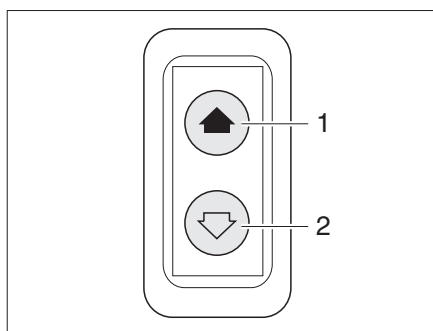

Fig. 22 Interruptor para el elevelunas eléctrico
El vehículo está equipado con un elevelunas eléctrico (Fig. 22) en el lado del conductor.
*Abrir:* ■ Pulsar la parte inferior del conmutador (Fig. 22,2).
*Cerrar:* ■ Pulsar la parte superior del conmutador (Fig. 22,1).